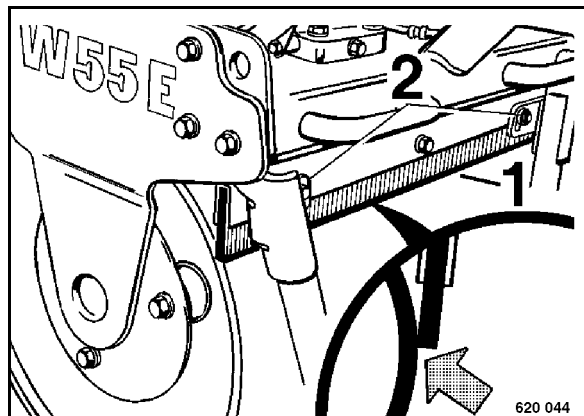

рис. 56
- Ослабить крепежные винты 2 (рис. 56).
- Установить скребок (1) так, чтобы он слегка прилегал к ободу (едва заметный изгиб пластмассовой вставки).